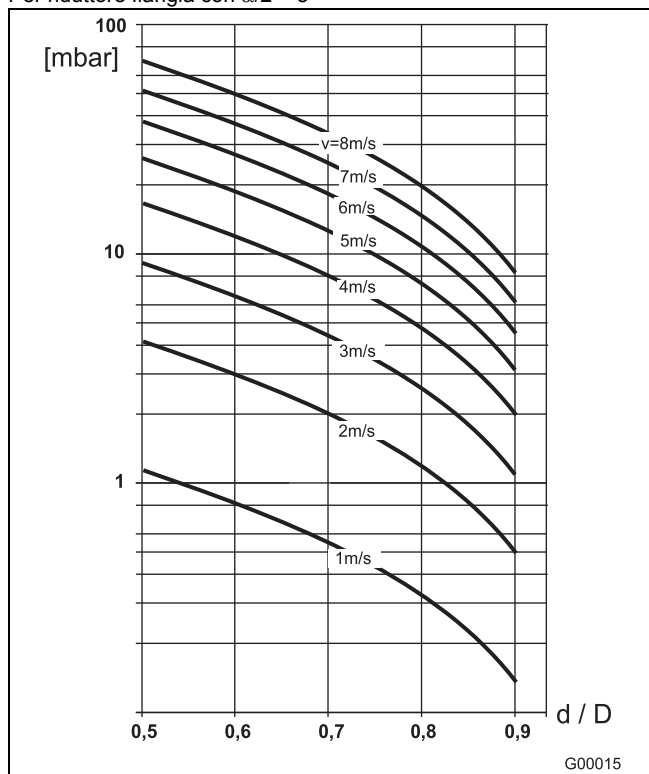

Fig. 20
2. Rilevare la velocità di scorrimento tramite il nomogramma della portata (Fig.20).
3. Verificare la caduta di pressione nella Fig.20 sull'asse Y.